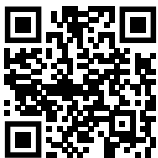

Fig. 63
- Откройте Liebherr SmartMonitoring Dashboard. (см. Fig. 63)